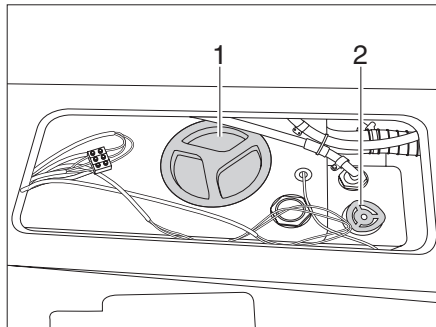
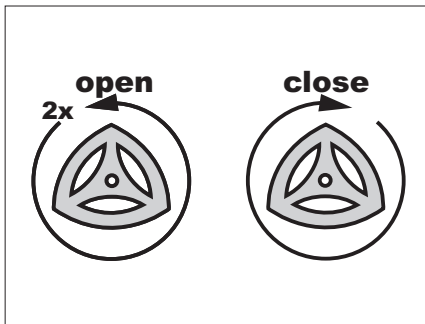

Fig. 94 Serbatoio dell'acqua
Fig. 97 Riempimento - scarico del serbatoio dell'acqua
Sul serbatoio dell'acqua si trovano 2 coperchi (Fig. 94,1).
- ▶ Ruotare la rotella (Fig. 94,2) in senso orario fino all'arresto.
- ▶ Svitare il coperchio (Fig. 94,1).
- ▶ Ruotare la rotella (Fig. 94, 2) di 2 giri in senso antiorario (vedi anche Fig. 97).
- ▶ Riavvitare il coperchio (Fig. 94,1) sul serbatoio dell'acqua.
- Ruotare la rotella (Fig. 94,2) di $\frac{3}{4}$ di giro in senso antiorario.
- ▶ Ruotare la rotella (Fig. 94, 2) di 2 giri in senso antiorario.